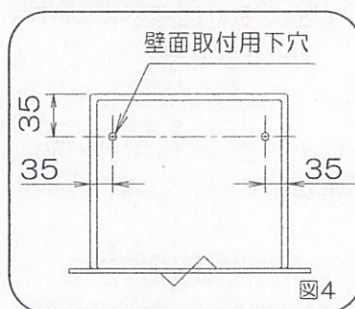

図4
2) 下台キャビネットの後板の所定位置に壁面取付け用の下穴 (φ5穴) を加工してください。(図4)
- 1) 所定の位置に設置し、下台キャビネットの後板に加工した下穴からネジ(トラスネジ4.5×60)で固定してください。(図4)